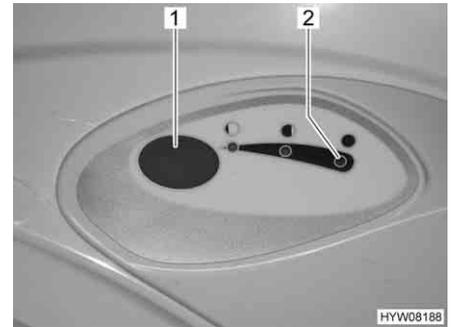

Fig. 257 Bouton pour la chasse d'eau/voyant de contrôle des toilettes Thetford
- Pour actionner la chasse d'eau, appuyer sur le bouton bleu (Fig. 257,1).
Le voyant de contrôle (Fig. 257,2) s'allume lorsque le réservoir pour matières fécales doit être vidé.